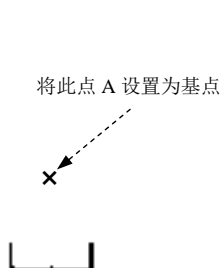

图 17.10.26 绘制开关按钮
(3) 创建块。绘制图 17.10.26 所示的开关按钮；选择下拉菜单 **绘图** **块** **创建** 命令，定义块的名称为 block1，将点 A 设置为基点。